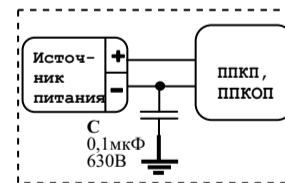

Рисунок 3
**ВНИМАНИЕ!!! В ЦЕЛЯХ ПОВЫШЕНИЯ ПОМЕХОУСТОЙЧИВОСТИ СИСТЕМЫ ПОЖАРНО-ОХРАННОЙ СИГНАЛИЗАЦИИ МИНУСОВОЙ ПРОВОД ИСТОЧНИКА ПИТАНИЯ ППКП (ППКОП) РЕКОМЕНДУЕТСЯ ЗАЗЕМЛЯТЬ ЧЕРЕЗ НЕПОЛЯРНЫЙ КОНДЕНСАТОР ЕМКОСТЬЮ 0,1 – 0,47 МКФ x 400 В (ИЛИ БОЛЕЕ). НАПРИМЕР: К73-17, 0,1 МКФ, 630 В (рисунок 3).**